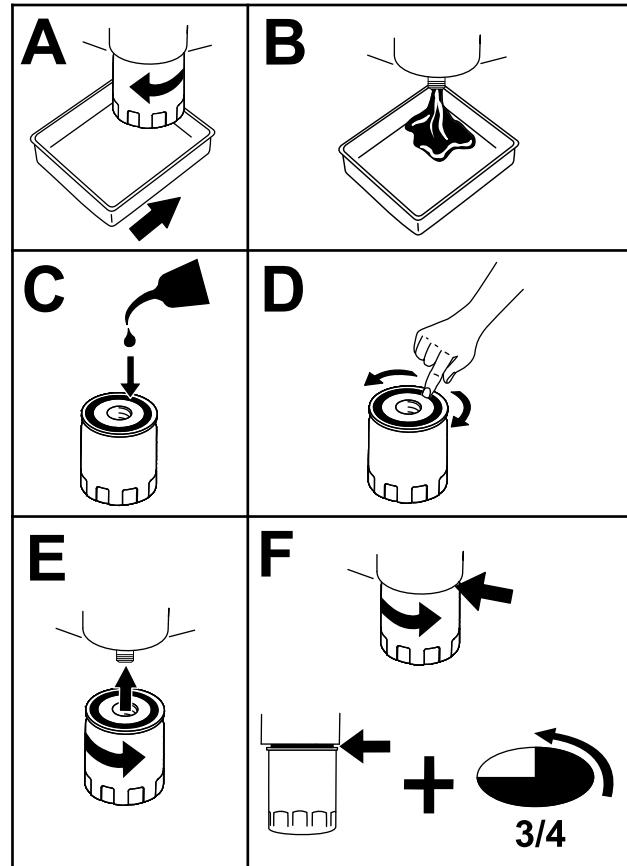

Bild 43
5. Wechseln Sie den MotorölfILTER (Bild 43).